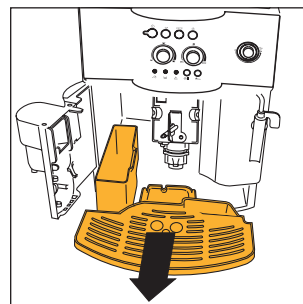

Fig. 16
NOTA 7: la machine compte le nombre de cafés qu'elle fait. Tous les 14 cafés simples (ou 7 doubles), le voyant  s'allume fixe (chap. 12 point 3) pour avertir que le tiroir est plein de pastilles usées et qu'il faut le vider et le nettoyer. Tant que le tiroir n'est pas nettoyé, le voyant reste allumé et la machine ne peut pas faire de café. Pour effectuer le nettoyage, ouvrez le volet de service sur le devant en tirant le bloc sortie (fig. 15) ; le voyant  commencera à clignoter (voir § 12 point 9) ; sortez l'égouttoir (fig. 16) videz-le et nettoyez-le. Videz et nettoyez soigneusement le tiroir à marc en éliminant tous les résidus déposés sur le fond. Essayez également les éventuelles gouttes de condensation déposées à l'intérieur de la machine sous l'égouttoir. **IMPORTANT : quand vous sortez l'égouttoir, VIDEZ TOUJOURS le tiroir à marc, même s'il n'est pas plein. Sans cela, il se peut qu'après, en faisant les cafés, le tiroir se remplisse plus que prévu et que la machine s'engorge de pastilles usées.**
- retirez l'égouttoir et le tiroir à marc (fig. 16) et lavez-les ;